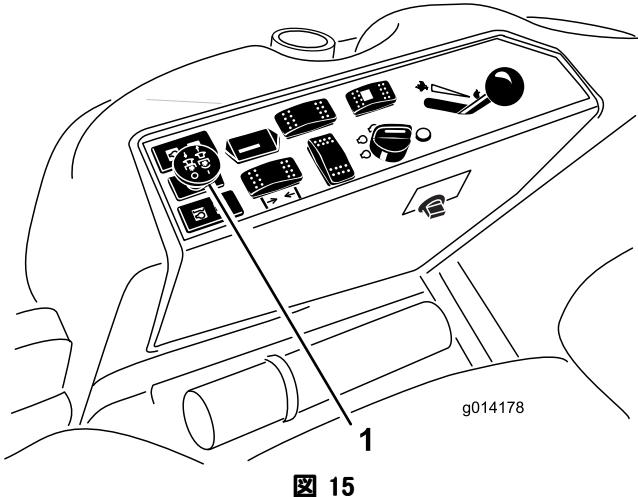

図 15
3. PTO スイッチを引くと PTO が作動を開始する（図 15）。